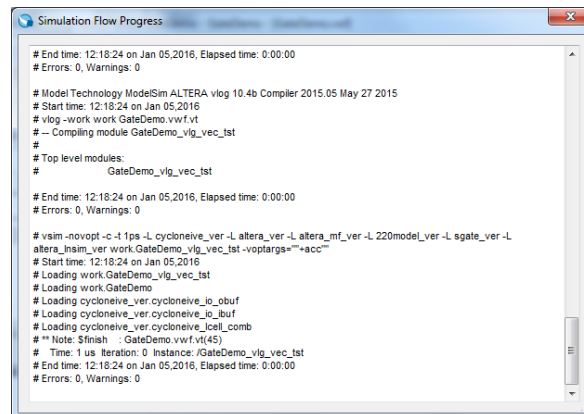
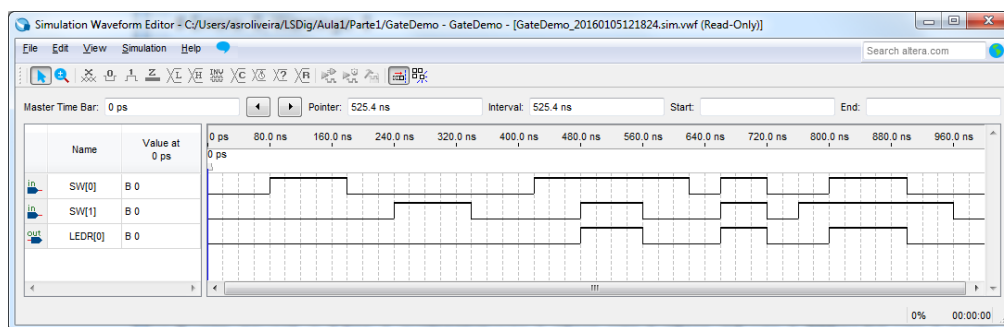

Figura 21 – Janela de compilação e execução da simulação do circuito com os vetores de entrada especificados.
Figura 22 – Janela do simulador com a forma de onda do sinal de saída em função dos vetores de entrada especificados e do comportamento do circuito.
14. Execute a simulação através do menu “*Simulation*→*Run Functional Simulation*”, o qual deve abrir uma janela semelhante à Figura 21. Após a simulação deve obter o valor da saída da porta lógica correspondente às entradas que especificou (Figura 22).